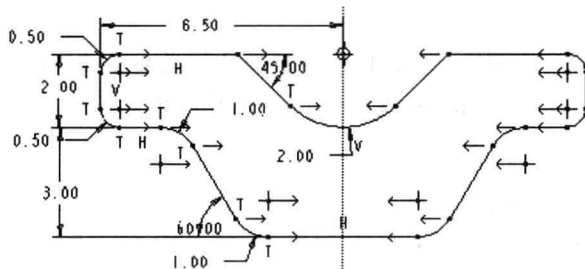

图 1-32 镜像图形
10) 镜像图形。单击工具条中的“选择”按钮，选中图中所有要进行镜像操作的线段（选中后线段会变成红色）。或者选中一个图素后，按住〈Ctrl〉键，再单击另一图素，直到选中所有的图素。单击工具条中的“镜像”按钮，然后单击中心线，完成图形镜像，如图 1-32 所示。